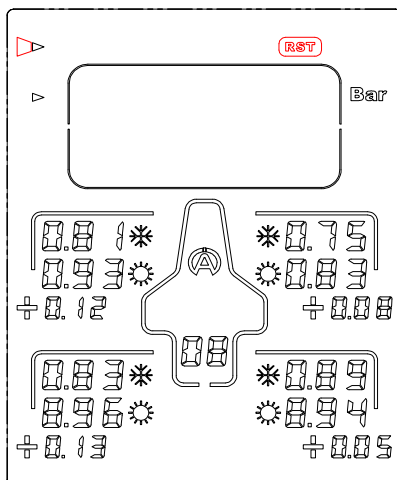

Ilustración 10
- 1) Seleccione el icono «**RST**» (*ilustración 10*) utilizando los botones .